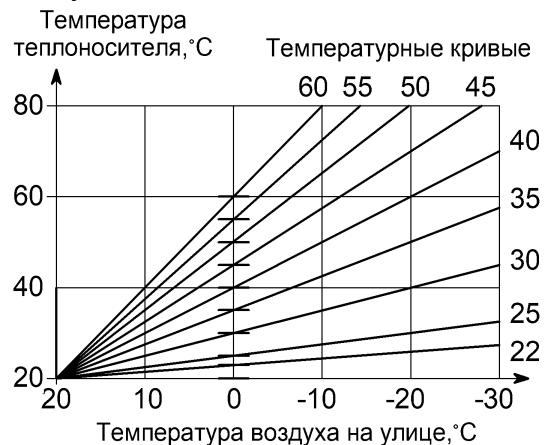
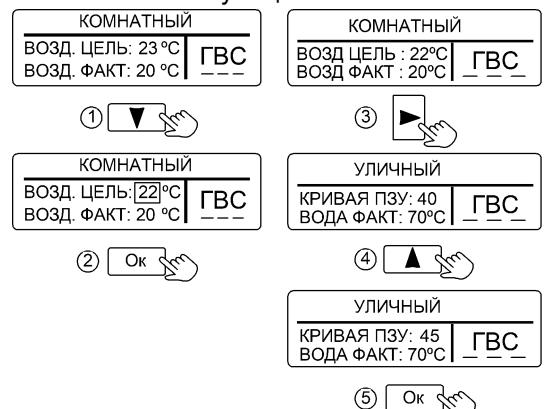
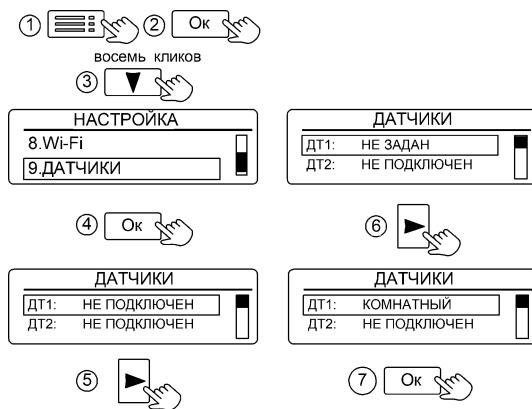

Рисунок 9. Зависимость температуры теплоносителя от температуры воздуха на улице
Рисунок 10. Настройка ограничения температуры и кривой ПЗУ
Рисунок 23. Настройка проводных датчиков
10.4 «УЛИЧНЫЙ» – режим поддержания температуры теплоносителя в зависимости от температуры воздуха на улице по одной из погодозависимых кривых (см. рис. 9). Датчик температуры воздуха устанавливается на улице.
Заводская настройка - 40. Это означает, что при 0°C на улице, температура теплоносителя будет $+40^{\circ}\text{C}$. При понижении температуры на улице до -10°C , температура теплоносителя увеличится и составит около $+50^{\circ}\text{C}$. Для изменения заводской настройки нужно в соответствии с рис. 9 выбрать ту кривую, при которой в помещении станет комфортно. Если в помещении холодно - следует выбрать кривую с большим номиналом, если жарко - с меньшим. Чем больше величина теплопотерь здания, тем выше номер кривой. Изменение значения кривой ПЗУ показано на рис. 10.
ние терmostата. Если произведено подключение датчика температуры воздуха (см. рис. 23) и настроено ограничение температуры воздуха в помещении (см. рис. 10), то при достижении температуры воздуха в помещении установленного значения, нагрев теплоносителя будет прекращён. При понижении температуры воздуха, нагрев теплоносителя будет возобновлён. В случае подключения терmostата, при достижении температуры воздуха в помещении установленного значения и замыкании контактов терmostата, нагрев теплоносителя будет прекращён. При снижении температуры воздуха и размыкании контактов терmostата нагрев теплоносителя будет возобновлён.
выполняется в последовательности (см. рис.23):